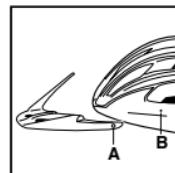

Figura 12
2. Per rimontare la visiera, centrarla sul casco e poi far scattare i perni (A) della visiera nei fori (B) del casco (figura 12).